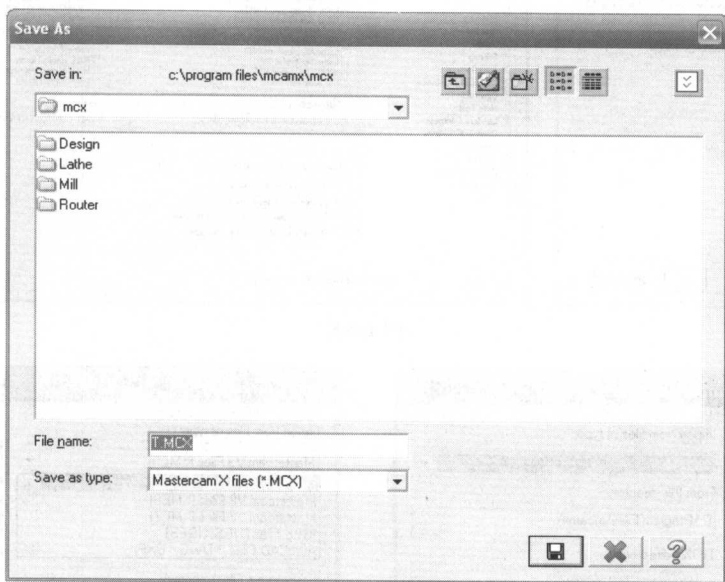

图 1-2-7
5. Save (保存): 将目前屏幕上的图形储存到磁盘, 文件名中、英文皆可。(见图 1-2-7) 是 Save As (保存文件) 对话框。